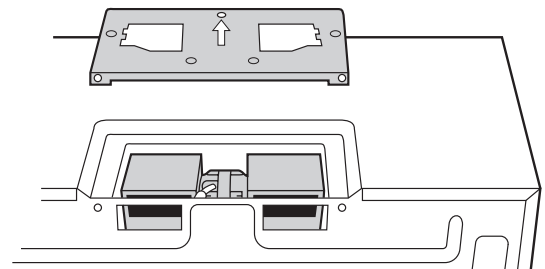

Figura 10A
4. Coloque el alambre nuevamente en la cavidad. Vea la Figura 10A.